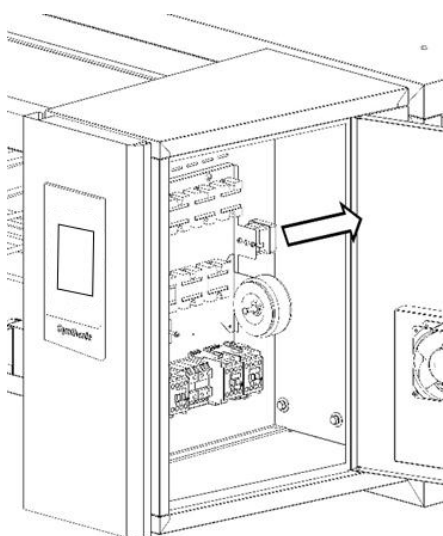
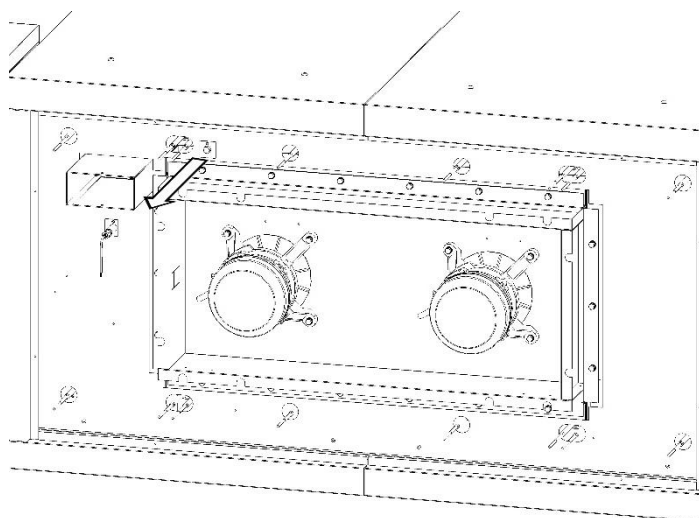

Fig.13A
Fig.13B
- 3.Desconectar las conexiones eléctricas del termostato y desatornillar las tuercas de fijación (Fig.13A).
- 5.Remover el sellador de silicona y deslizar hacia afuera la bombilla (Fig.13B), y sustituir el termostato (Fig.13A).